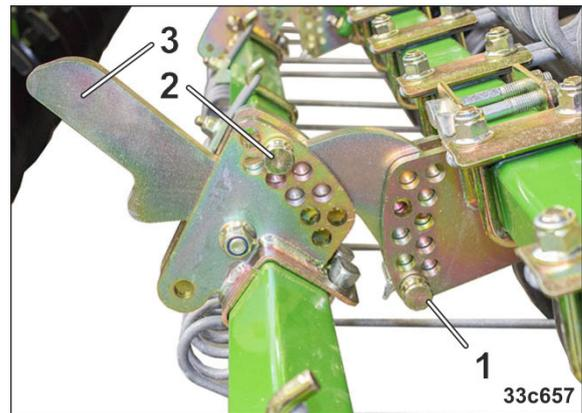

Рис. 193
3. Возьмите балку с зубьями-загортачами за ручку (Рис. 193/3) кронштейна.
4. Отрегулируйте рабочую глубину зубьев-загортачей, закрепив кронштейн пальцем (Рис. 193/1):
6. Измените угол установки зубьев-загортачей по направлению к почве, закрепив палец (Рис. 193/2)
Проследите за тем, чтобы палец (Рис. 193/2) был вставлен ниже кронштейна (Рис. 193/3) в регулировочном сегменте.
Чем глубже вставлен палец (Рис. 193/2) в регулировочном сегменте, тем меньше угол установки.
7. После каждой перестановки застопорьте палец (Рис. 193/2) пружинным фиксатором.